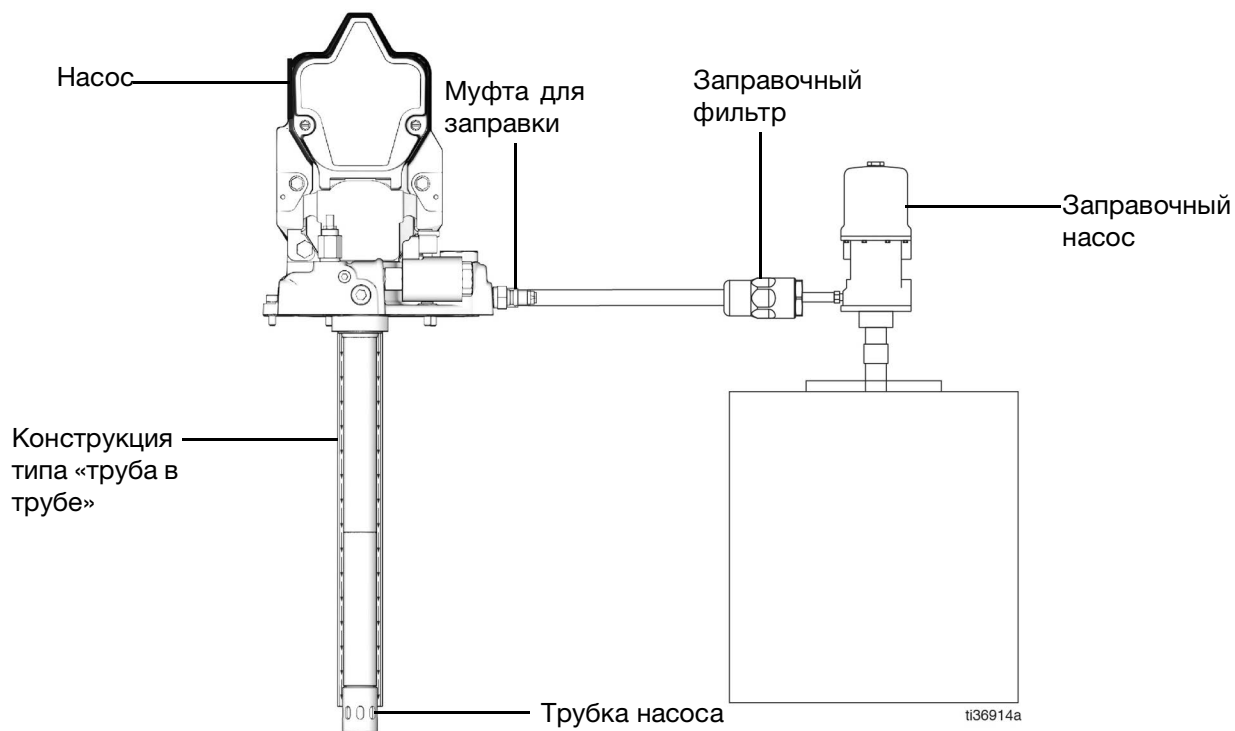

Рис. 3
2. Запустите заправочный насос и дайте ему работать до тех пор, пока из нижней части «трубки в трубке» не начнет выходить консистентная смазка (Рис. 3 и Рис. 4).